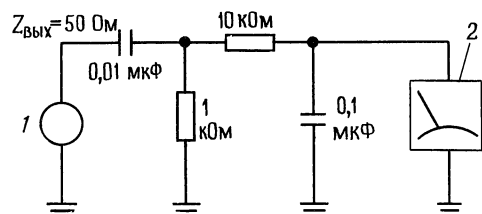

Рис. 7.83.
(6). Напряжение выходного шума у генератора белого шума измеряется с помощью схемы, показанной на рис. 7.83. При некотором уровне выходного сигнала генератора вольтметр переменного тока показывает 1,5 В эфф. Какова будет плотность шума (среднеквадратичная, в вольтах на корень из герца) на выходе генератора?